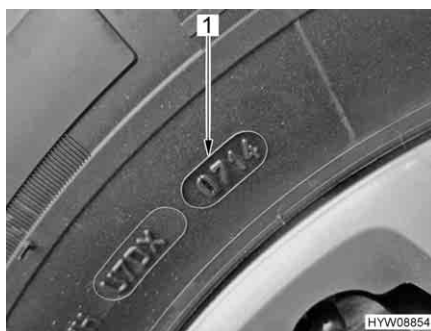

Fig. 236 Numero DOT
- ▷ I pneumatici non devono avere più di 6 anni perché la miscela di gomma col tempo invecchia e si sbriciola. Il codice DOT (Fig. 236, 1) di quattro cifre sul fianco del pneumatico indica la data di produzione. Le prime due cifre indicano la settimana, le ultime due cifre l'anno di produzione.